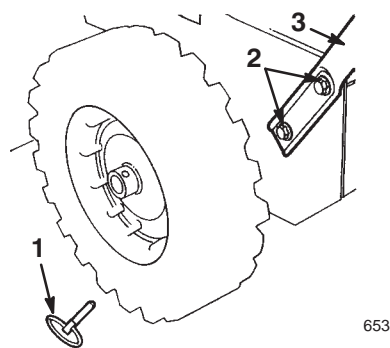

Figure 3
2. Retirez les goupilles des deux roues (Fig. 3) et faites glisser ces dernières d'environ 2,5 cm vers l'extérieur.
4. Placez le côté gauche de l'ensemble mancheron contre le côté gauche de la déneigeuse, face aux trous de montage dans le panneau latéral, et fixez-le à l'aide de deux boulons et rondelles bombées. Serrez à la main (Fig. 3).